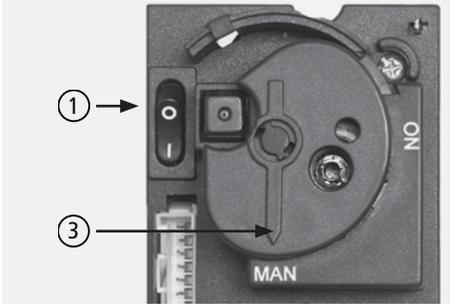

Abb. 4.20 Stellknopf
- ⑪ Zum Ausschalten des ENCANTO den Hauptschalter der Steuer- und Reglereinheit ausschalten, Stellung „0“ (siehe „Abb. 4.20 Stellknopf“ auf Seite 28).